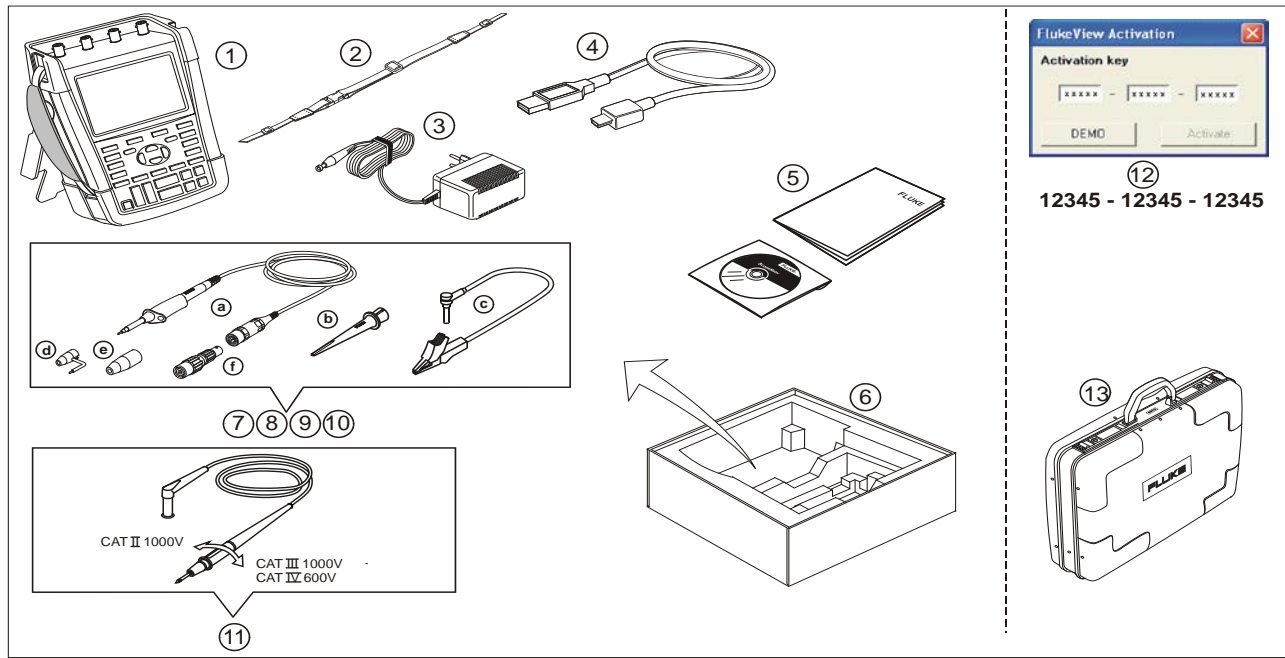

Рис. 1. Комплект принадлежностей прибора ScopeMeter®
- Запрещается подключать заземляющий пружинный контакт (рис. 1, элемент d) к потенциалу, превышающему 42 В (пиковое значение) или 30 В (среднеквадратичное значение) относительно потенциала земли.
- При использовании провода опорного потенциала заземления с другими датчиками убедитесь, что черная изолирующая втулка (рисунок 1, поз. 10e) накрывает головку датчика.